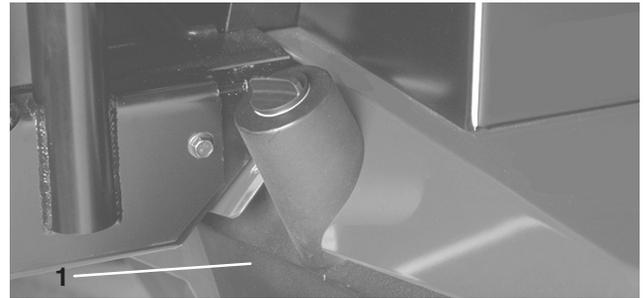

Bild 57
2. Entfernen Sie die Ablassschraube unten am Behälter (Bild 57) und lassen Sie das Öl in eine Auffangwanne ablaufen. Schrauben Sie die Ablassschraube wieder fest ein, wenn keine Flüssigkeit mehr austritt.